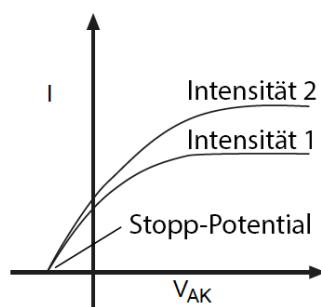

Abb. 2: Strom vs. Intensität
- Ist die Spannung zwischen Kathode und Anode größer als die Stoppsspannung, erhöht sich der Photostrom schnell und erreicht anschließend den Sättigungsbereich. Der Sättigungsstrom ist proportional zur Intensität des einfallenden Lichtes (Abb. 2)